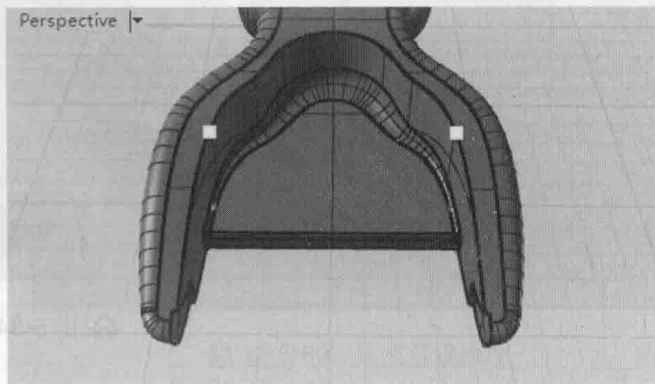

图 5-90 放置两个点对象
(4) 在如图 5-90 所示的路径上放置两个关于 X 轴对称的点。